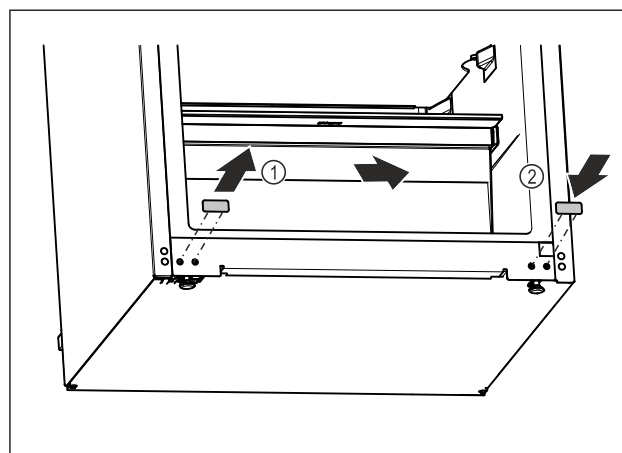

Fig. 18
- Abdeckstopfen herausziehen. Fig. 18 (1)
- Abdeckstopfen auf der Gegenseite einsetzen. Fig. 18 (2)